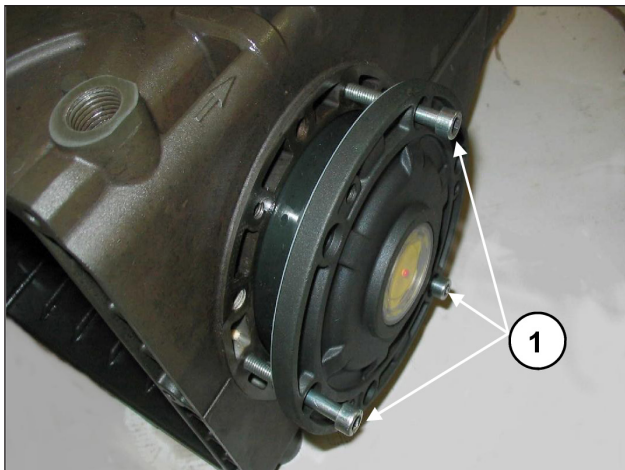
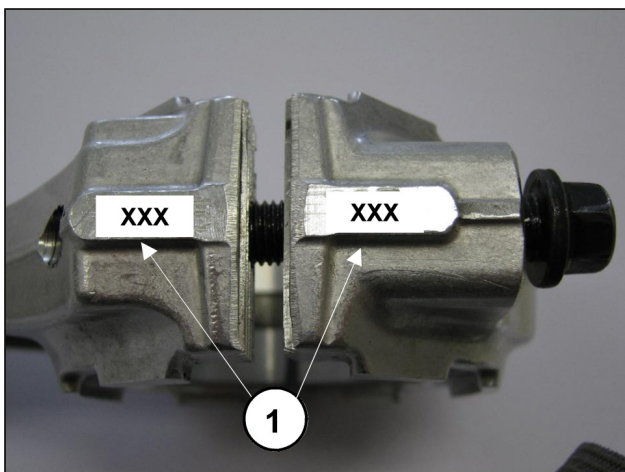

Fig. 8
Fig. 9
Para facilitar la introducción del primer tramo y de las tapas sobre el cárter, se recomienda utilizar 3 tornillos M6 x 40 parcialmente roscados, (Fig. 8, pos. ①) para después completar la operación con los tornillos incluidos en la dotación (M6x18).
- Acoplar los sombreretes de la biela a los correspondientes cilindros siguiendo la numeración (Fig. 9, pos. ①).
Después de haber desmontado las tapas laterales, tal y como se indica en el punto 2.1.1, retirar el casquillo externo de los cojinetes de las correspondientes tapas y el casquillo interno con la parte restante del cojinete, de los dos extremos del eje utilizando un normal "arrancapasador" o herramienta equivalente como se indica en las Fig. 8 y Fig. 9.